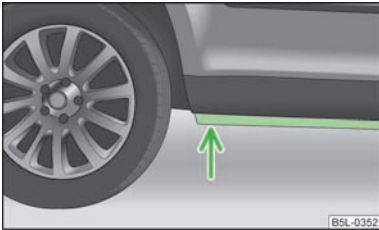

Abb. 111
- Daher vor einer Wasserdurchfahrt die Wassertiefe feststellen. Der Wasserstand darf maximal an den Steg des Unterholms reichen » Abb. 111;